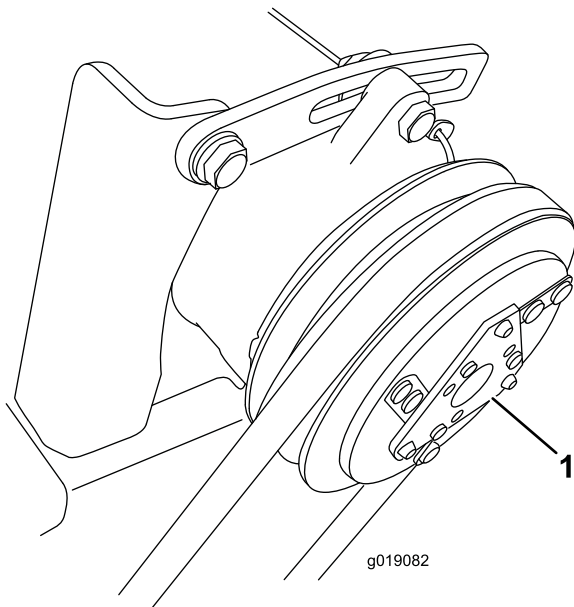

Figura 30
3. En la parte trasera de la máquina, escuche cómo se engrana y desengrana (sonido de clic) el embrague del compresor (Figura 30).